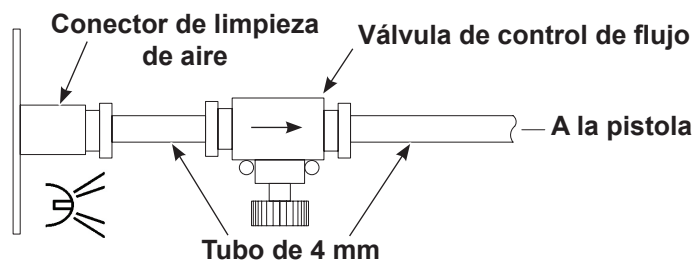

Figura 3-13 Válvula de control de flujo y conexión del tubo de limpieza de aire
6. Ver la Figura 3-13. Conectar el tubo transparente de 4 mm y la válvula de control de flujo suministrado junto con el sistema al conector de la arandela de limpieza de aire en el panel posterior, tal y como se muestra. La válvula de control de flujo puede ubicarse donde se quiera. Utilizar un cortador de tubos para asegurar que los extremos del tubo sean cuadrados.